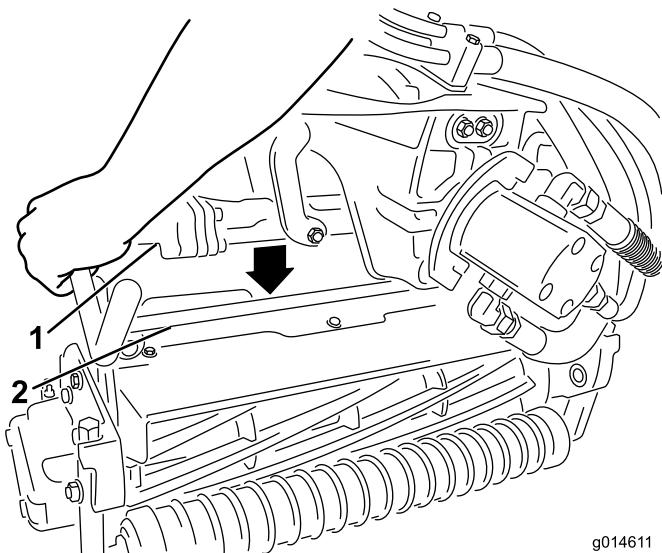
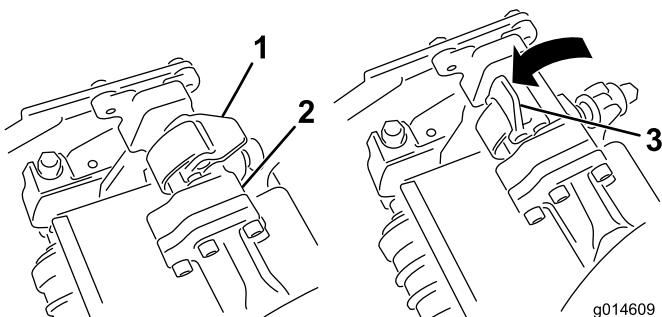

Figure 33
Figure 32
- Les verrous de la barre de bras de suspension étant orientés en haut (c.-à-d. ouverts) (Figure 32), poussez le bras de suspension vers le bas pour que la barre s'engage sur la barre transversale en haut du plateau de coupe (Figure 33).
4. Fermez les verrous autour de la barre du plateau de coupe et bloquez-les en place (Figure 32).
4. Ouvrez les verrous sur la barre du bras de suspension appartenant au plateau de coupe que vous voulez déposer (Figure 32).